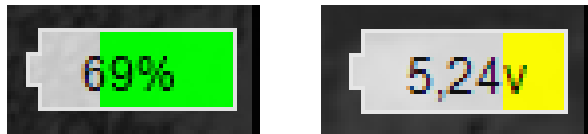

Рисунок 4 – Индикатор заряда батареи
- **Индикатор заряда батареи** – индикатор, показывающий информацию об оставшемся заряде батареи (см. рис. 4), в процентах или вольтах (в зависимости от типа элемента питания, см. п.6.4.4);